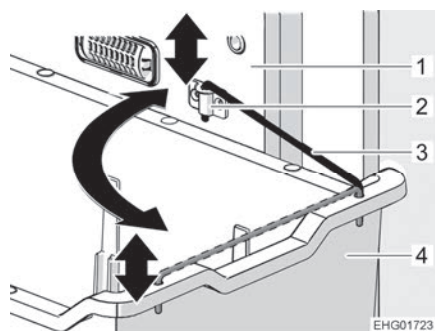

Fig. 135 Posición de ventilación
- Soltar el estribo (Fig. 135,3) de la posición de estacionamiento en el compartimento para verduras (Fig. 135,4).
- Enganchar el estribo en el soporte (Fig. 135,2) de la pared lateral del frigorífico (Fig. 135,1).